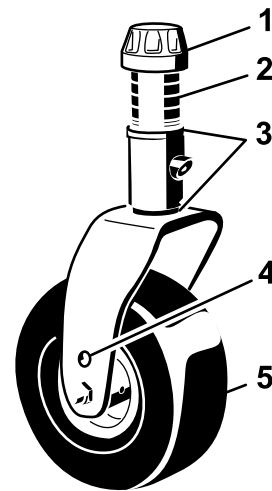

Рисунок 23
- Поместите оси поворотных колес в одинаковые отверстия во всех вилках поворотных колес (Рисунок 23 и Рисунок 25).
- Снимите колпачковую гайку с вала шпинделя и извлеките шпindelь из рычага поворотного колеса (Рисунок 23).